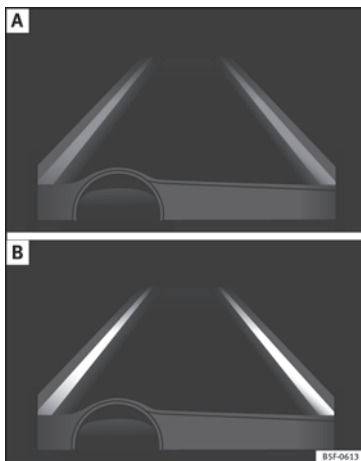

Fig. 216 Sur l'écran du combiné d'instruments : indication sur l'écran de l'assistant de maintien de voie (exemple 1).
- L'assistant est activé, mais indisponible car la vitesse minimale n'a pas été atteinte ou car il ne reconnaît pas les lignes des voies »» **fig. 216 A**.
- L'assistant est activé et disponible, il reconnaît les deux lignes de la voie. Il n'est pas en train de corriger la trajectoire »» **fig. 216 B**.